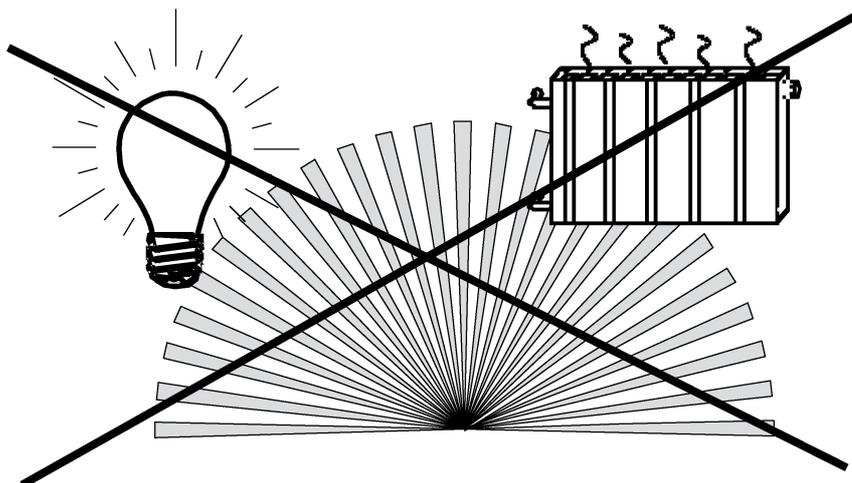

Bild 6
- Störquellen, z. B. Lampen oder Heizungen, im Erfassungsbereich ausschließen (Bild 6): günstigsten Montageort wählen bzw. Aufsteckblende verwenden (siehe Erfassungsbereich einschränken).